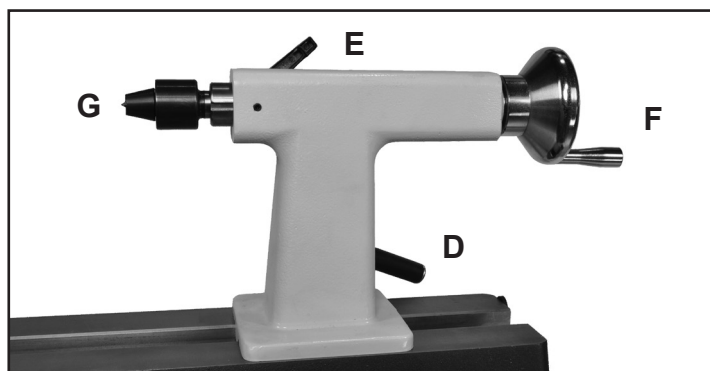

FIG. 5
1. **BLOCAGE DE LA POUPÉE MOBILE** : (FIG. 5, D) Bloque la poupée mobile en place sur la base du tour. Déverrouillez la poignée pour positionner la poupée mobile. Serrez la poignée une fois positionnée. Voir page 12 pour l'ajustement de la pression de serrage.
2. **BLOCAGE DE LA BROCHE** : (E) Verrouille la broche de la poupée mobile en place. Libérez la poignée pour déplacer la broche, ainsi que la pointe, vers l'avant ou l'arrière. Serrez la poignée lorsque la broche est bien placée.
3. **VOLANT DE LA BROCHE** : (F) Le volant avance ou recule la broche de 0 à 3-1/2". La poignée de blocage de la broche (E) doit être desserrée pour déplacer la broche.
4. **CONTREPOINTE DE LA POUPÉE MOBILE** : (G) Utilisée pour le tournage entre pointes. La contrepointe (#20C) et la broche (#6CA) ont des alésages MT-2. Retirez la contrepointe en reculant la broche jusqu'à ce que la pointe se dégage, ou utilisez la barre de dégagement.